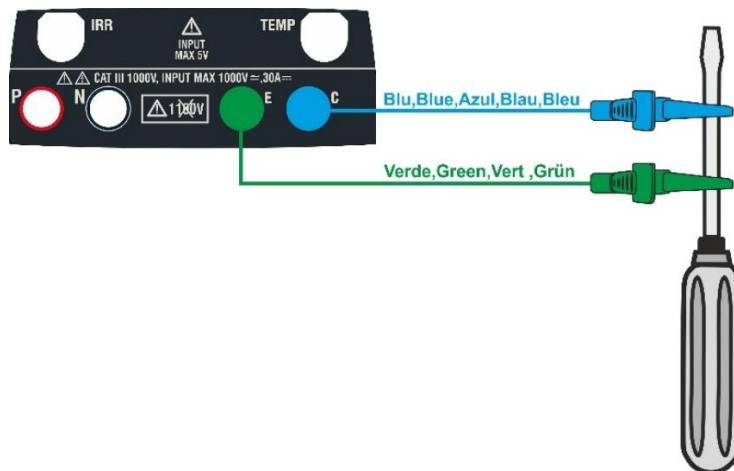

Fig. 5: Compensazione della resistenza dei cavi di misura
3. Connettere i cavi di misura tra di loro come mostrato in Fig. 5